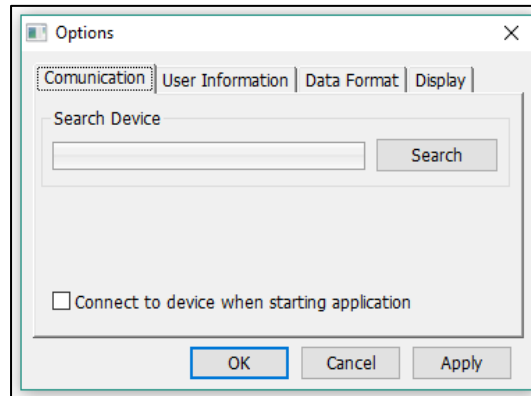

Fig. 2.6-2 Avvio ricerca dello strumento
- Dalla finestra **Communication** cliccare su **Search** (Fig.2.6-2);